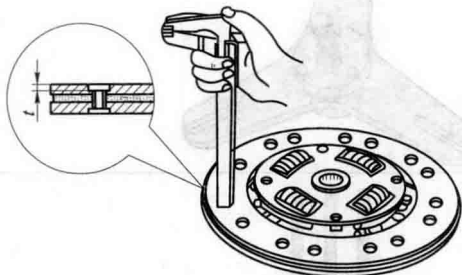

图 1-4 检测从动盘摩擦片的磨损量
(1) 目视检查。
①检查飞轮面是否损坏或有刮痕。
②检查飞轮的磨损。
③检查起动机环形齿轮。
④检查离合器盖及压盘。
(2) 检修。
①检测从动盘摩擦片的磨损量：用游标卡尺测量铆钉头的深度，如图 1-4 所示。若摩擦片工作表面至铆钉头的深度小于 0.5 mm，则应更换摩擦片。